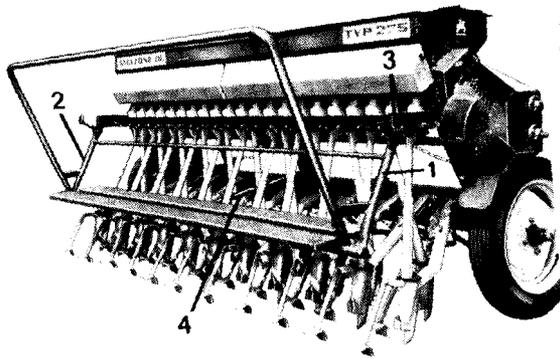
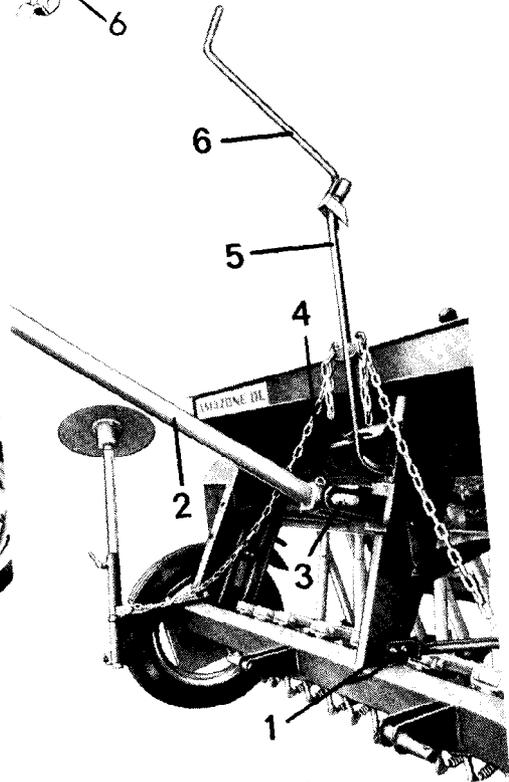

Abb. 22
Abb. 23
1. Die Winkelstücke (Abb. 22/3) sind unterhalb der Saatriegelhalter anzubringen. Die Rohre (Abb. 22/1 und 22/2) sind dann an den Winkelstücken durch Schrauben (Abb. 22/3) zu befestigen.
2. Das Tragrohr (Abb. 22/4) ist zwischen den Saatileitungsrohren hindurchzuführen und am mittleren Rahmenträger (Abb. 23/1), nachdem man in diesen die passenden Löcher gebohrt hat, anzuschrauben.
c) Handtransportdeichsel (Abb. 23/2):
Die Handtransportdeichsel wird mit dem Bolzen (Abb. 23/3) für den Oberlenker befestigt und mit Federvorstecker (Abb. 23/4) gesichert.
Falls der Schalthebel (Abb. 23/5) vom Schleppersitz aus nicht zu erreichen ist, gibt es eine Schalthebelverlängerung (Abb. 23/6), die einfach auf den Schalthebel gesteckt wird.